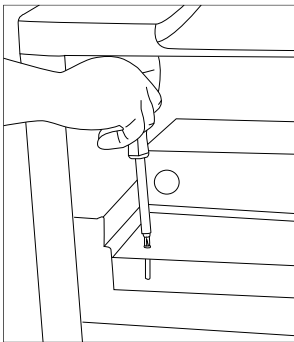

Рис. 4
1. Зніміть захист від друзок відкрутивши гвинти. (Рис.4)